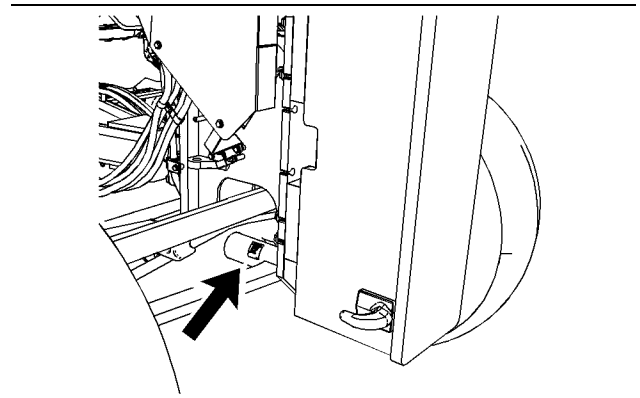

Ilustración 91
7. Instale cuatro cables de amarre en la parte delantera de la máquina. El tubo del eje delantero se usa como el punto de amarre delantero. Los amarres están identificados con una etiqueta que muestra una posición de amarre. Consulte la ilustración 91 .